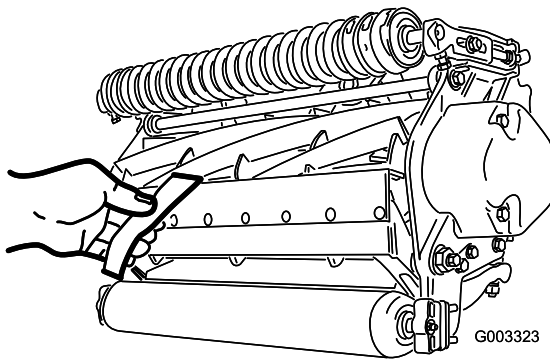

Figure 9
3. À une extrémité du cylindre, insérez une bande de papier journal entre le cylindre et la contre-lame (Figure 9). Tout en tournant lentement le cylindre en avant, tournez la vis de réglage de la barre d'appui dans le sens horaire (du même côté du cylindre) (Figure 8), un cran à la fois, jusqu'à ce que le papier soit pincé légèrement lorsque vous l'introduisez par l'avant, parallèle à la contre-lame. Vous devriez sentir une légère résistance lorsque vous tirez sur le papier.
5. Vérifiez ensuite si le cylindre peut saisir le morceau de papier inséré par l'avant et le couper lorsqu'il est inséré perpendiculairement à la contre-lame (Figure 9). Normalement, le papier doit être coupé avec un minimum de contact entre la contre-lame et les lames du cylindre. Si vous sentez un frottement ou un contact excessif du cylindre, vous devez alors roder ou rectifier les lames pour obtenir les tranchants nécessaires à une coupe de précision (voir le Manuel d'affûtage pour tondeuses rotatives et à cylindres Toro, Form No. 80-300PT).